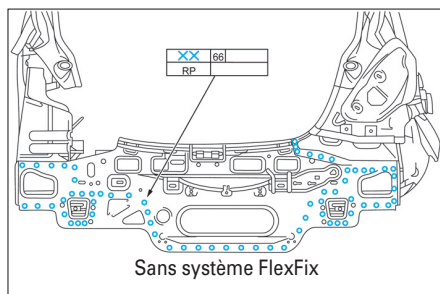
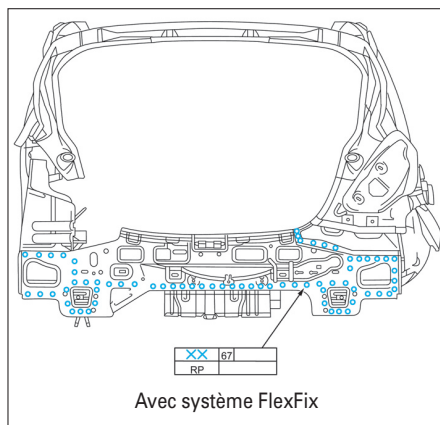

FIG. 114
FIG. 115
- Souder la jupe arrière intérieure (Fig.114) ou (Fig.115).